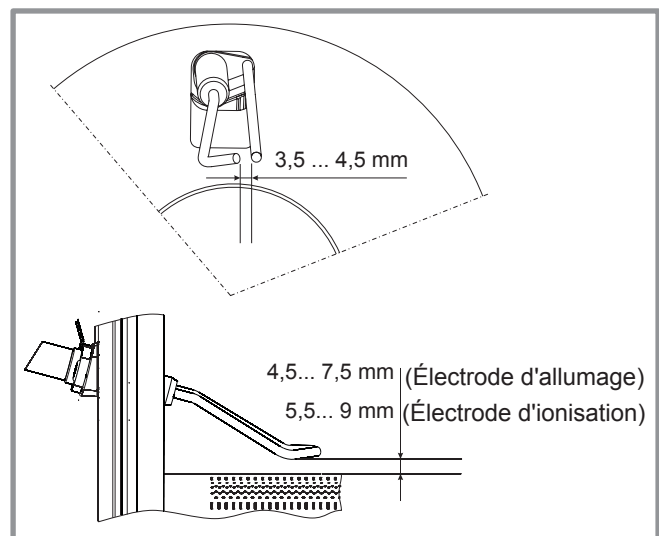

figure 43 - Réglage des électrodes
- Vérifier l'écartement et le positionnement des électrodes (figure 43).